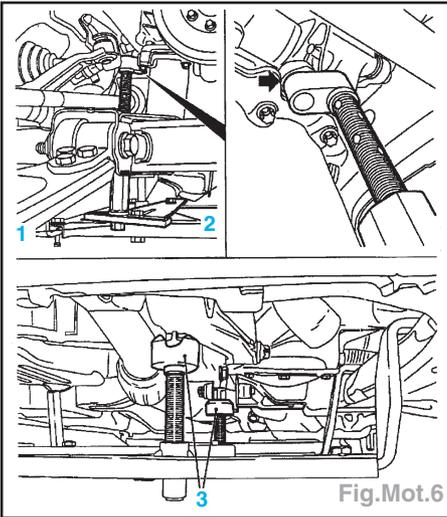

Fig.Mot.6
- Monter l'outil, régler le support (2) pour l'appui et visser l'écrou (1), régler le support :
- côté boîte : en tournant les arbres jusqu'à ce que les supports (3) adhèrent sans jeu aux cônes de clavetage.
- côté distribution : placer les tourillons de l'appui dans l'alésage du bloc-cylindres (flèche) et serrer l'écrou (1) à fond (Fig.Mot.6).